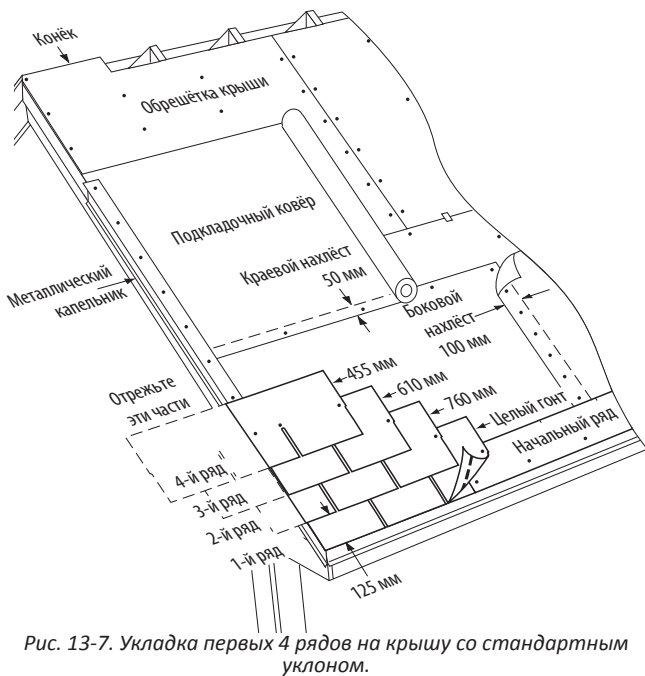

Рис. 13-7. Укладка первых 4 рядов на крышу со стандартным уклоном.
- 1-й РЯД:** Уложите целый гонт в левом нижнем углу крыши таким образом, чтобы его язычки были вровень с гонтом начального ряда на карнизах и краю ската (Рис. 13-7).
1. В начале второго ряда отрежьте 15 см от левого края гонта и уложите кусок шириной 76,2 см на гонт первого ряда. Оставьте гонт первого ряда открытым на 12,7 см и расположите его левый край вровень с гонтом первого ряда на краю ската (Рис. 13-7).